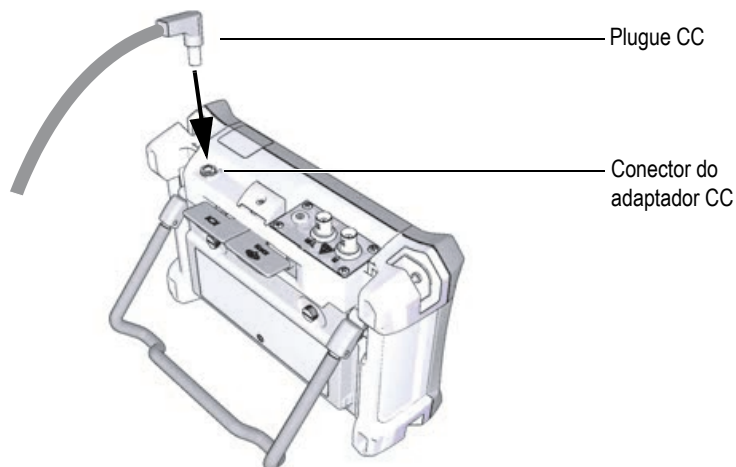

Figura 1-9 Conexão do plugue de alimentação CC
3. Conecte o cabo de alimentação CC no carregador/adaptador no adaptador do conector CC (veja Figura 1-9 na página 25).